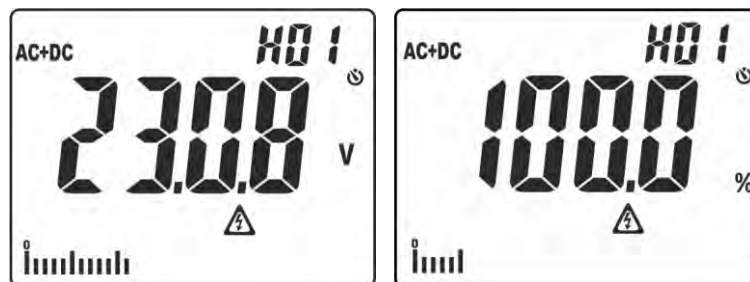

Abb. 3: Anzeige der Amplituden der Oberwellenanalyse
- Einfaches Drücken der Taste zur Anzeige der Spannungs- und Stromoberwellen bis zur 25. (**Hdc**, **H01... H25**) mit absolutem oder prozentualen Wert in Bezug auf den Fundamentalwert der Eingangssignale (für Spannungswerte $V_{AC} > 0.5V$ und Stromwerte $AC > 0.5A$ und Frequenz im Bereich $42.5Hz \div 69Hz$) und des prozentualen Werts des Parameters **THD%** (siehe § 9.3) wie in der Abb. 3 gezeigt. Benutzen Sie die Tasten $\blacktriangle/ZERO$ und $\blacktriangledown/\text{OFF}$ zur Vergrößerung/Verringerung der Oberwelle.